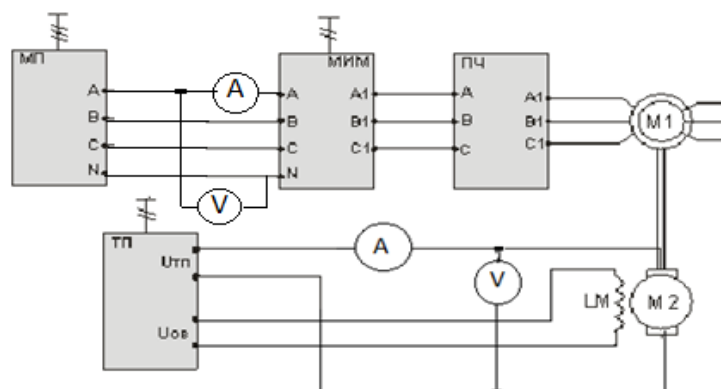

Рисунок 5.1 – Схема исследования характеристик системы ПЧ-АД
На схеме (рисунок 5.1) двигатель постоянного тока (ДПТ) подключается к модулю тиристорного преобразователя (ТП). Якорная обмотка присоединяется к выходам тиристорного выпрямителя модуля ТП. Обмотка возбуждения – к выходам нерегулируемого источника напряжения $=220\text{В}$ модуля ТП.
- собрать схему (рисунок 5.1).